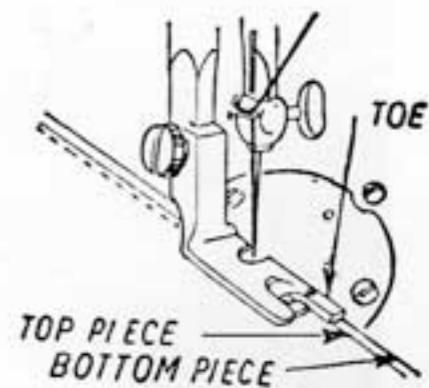

Fig. 30
1. Lay two pieces of cloth one on top of the other with their RIGHT sides facing each other. The right edge of the bottom piece must extend about $\frac{1}{8}$ inch beyond the right edge of the top piece. See Fig. 30.
2. Sew both pieces of cloth together using the hemmer foot like a regular presser foot. Use the right edge of long toe of hemmer foot to guide the bottom piece of material, while the left edge of the same toe serves as a guide for the top piece of material. Fig. 30 shows this detail.
- 1) Leg 2 stukken stof op elkaar, zo dat de goede kanten bij elkaar zijn. De rechterkant van het onderste stuk moet ca. 1/3 cM uitsteken voorbij de rechterkant van de bovenste (fig. 30).